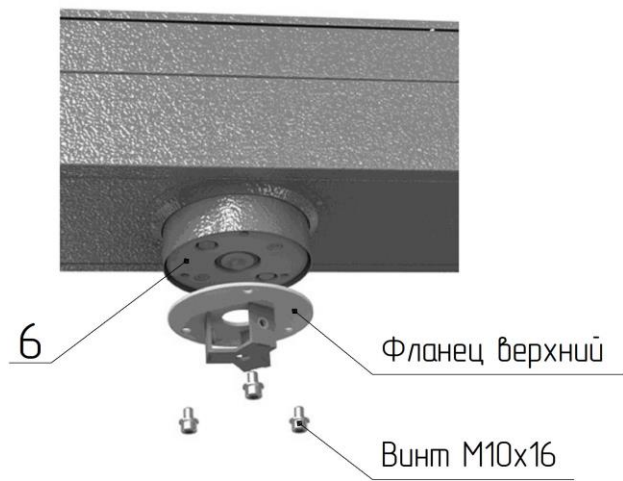

Рис. 5
- установите на диск муфты привода **6** (рис.5) верхний фланец центральной стойки и закрепите винтами М10х16; нижний фланец прикрепите к фланцу вала напольной плиты **7** винтами М8х16;